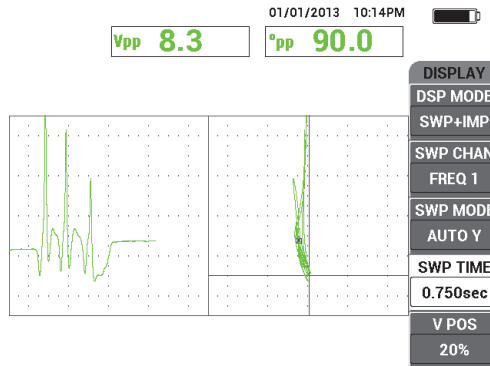

Abbildung 5-37 Standardmäßige Anzeige von max. Signalamplitude und Signalwinkel
3. Bestätigen Sie, dass die Werte der maximalen Signalamplitude und des Signalwinkels standardmäßig angezeigt werden, wie in Abbildung 5-37 auf